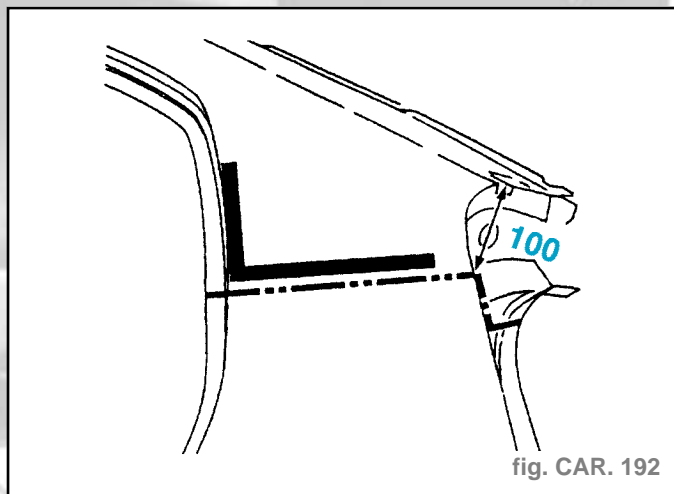

fig. CAR. 192
- Tracer, puis découper à l'aide d'une meule épaisseur **1 mm** (coupe définitive) (fig. CAR. 192 et 193).